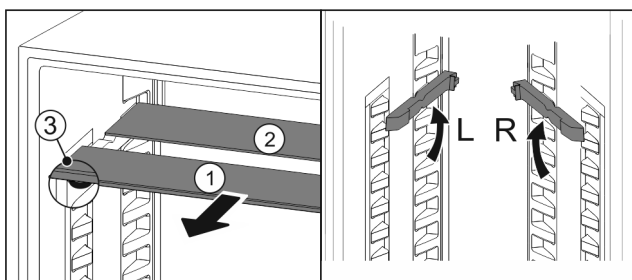

Fig. 125
- Glasplaten afzonderlijk vanaf de voorkant eruit trekken Fig. 125 (1).
- ▷ Glasplaat Fig. 125 (1) met sierlijst ligt voor.
- ▷ Stops Fig. 125 (3) zijn naar onder gericht.